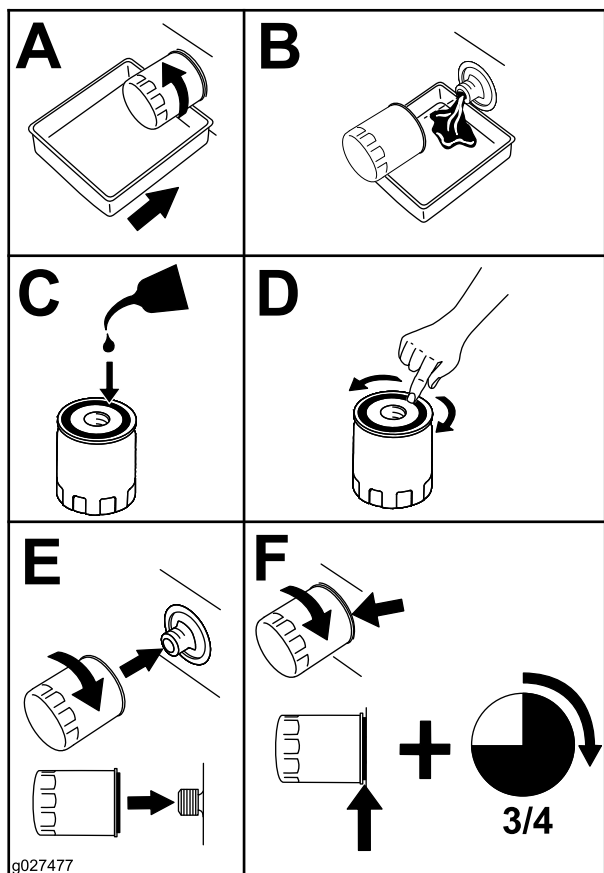

Figura 46
2. Înlocuiești filtrul de ulei de motor (**Figura 46**).